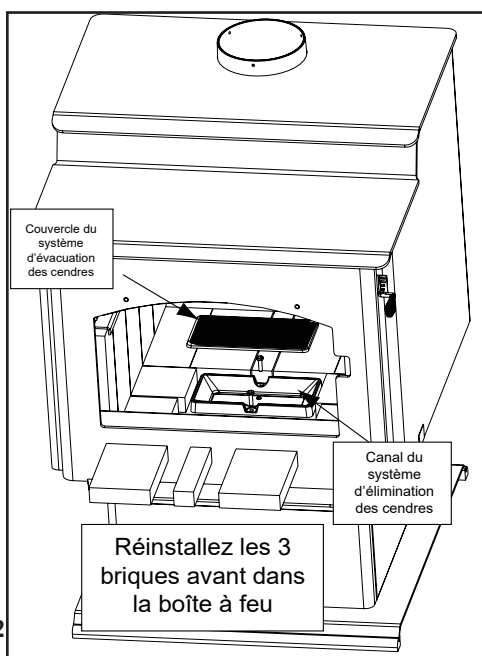

Figure 18.2
1. Remettez en place les 3 briques retirées de l'avant à l'étape 1 (Figure 18.2).
3. Installez le couvercle d'accès à l'ARS à l'intérieur de la rainure située à l'intérieur de la boîte à feu (Figure 18.2).